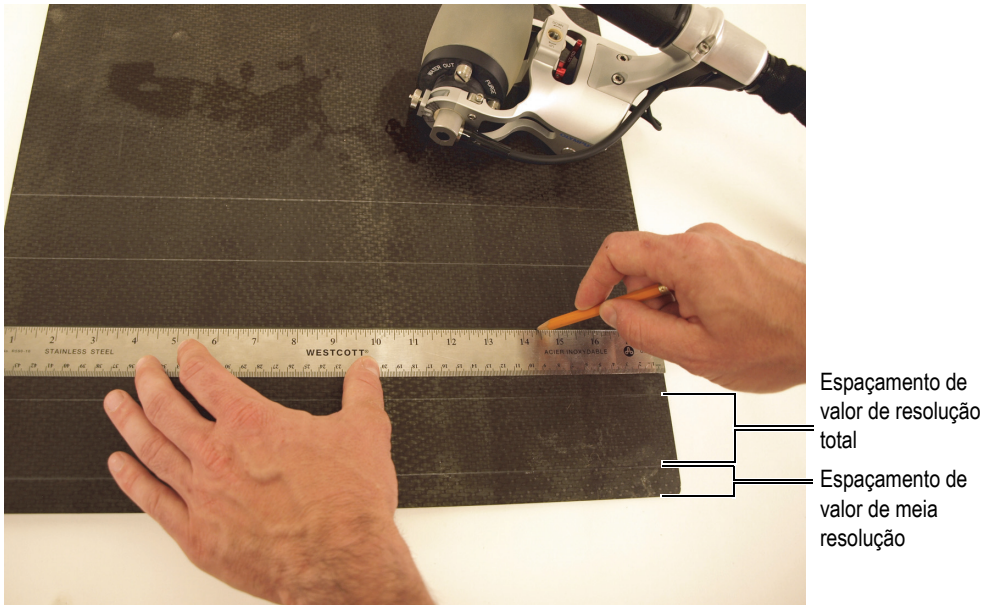

Figura 4-9 Desenhar linhas paralelas na superfície para inspecionar
3. Na superfície para inspecionar, desenhe linhas-guia paralelas usando o valor de resolução (Figura 4-9 na página 69).